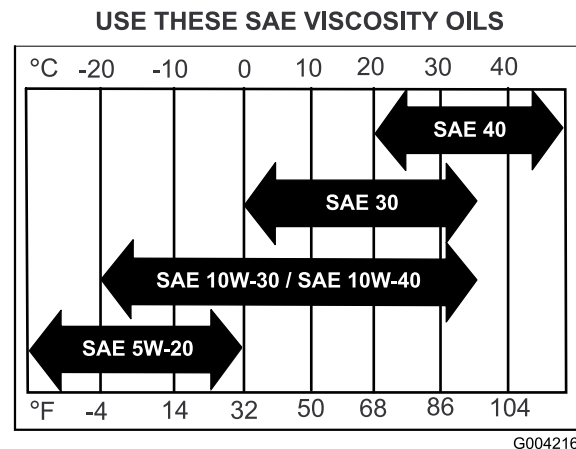

Figure 30
4. Remplissez le carter moteur de l'huile spécifiée; voir Figure 30.